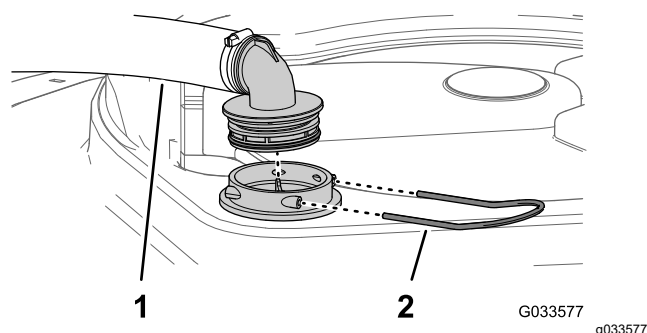

Bild 78
2. Nehmen Sie oben am Sprühbehälter den Halter ab, mit dem das Schlauchanschlusstück befestigt ist, das am dicken Schlauch und dem Filtergehäuse angeschlossen ist (Bild 78).
3. Nehmen Sie den Schlauch und das Schlauchanschlusstück vom Filtergehäuse ab (Bild 78).